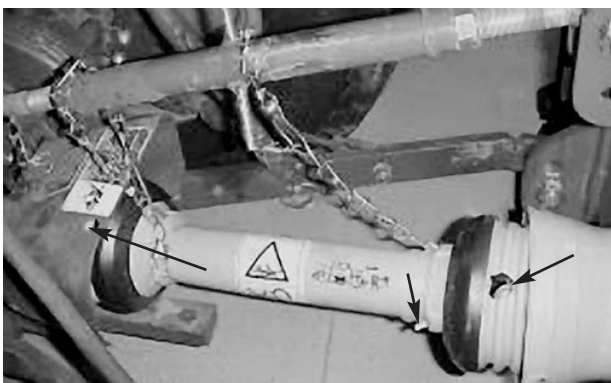

Figure 23
GRAISSER CHAQUE JOUR – arbre de PDF (3) (Fig. 23).